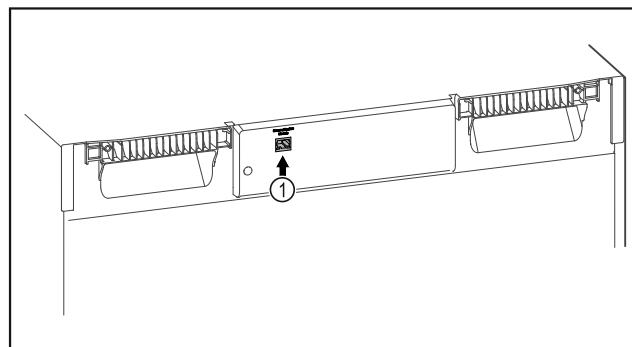

Fig. 111
- ❑ Le SmartModule Fig. 111 (1) est en place.